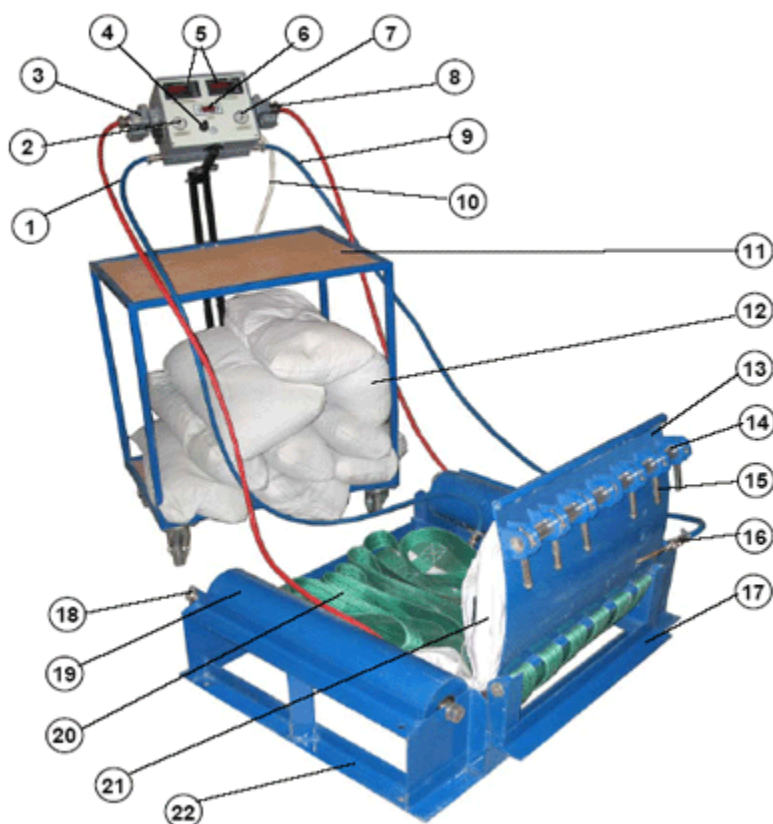

Рис.1
- Собрать вулканизатор согласно Рис.1